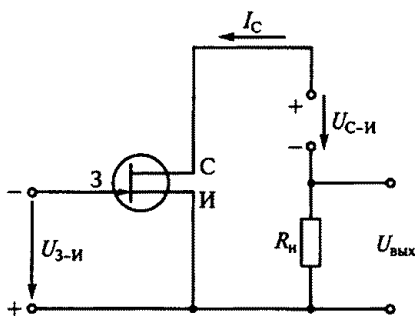

Рис. 186
7.25. Как изменится ток I_C стока при увеличении напряжения $U_{3-И}$ на затворе 3 полевого транзистора (рис. 186) относительно истока И?